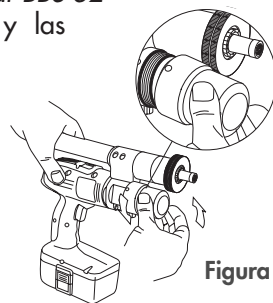

Figura 11
1) quitar el tapón del depósito (I), como se indica en la figura 11;